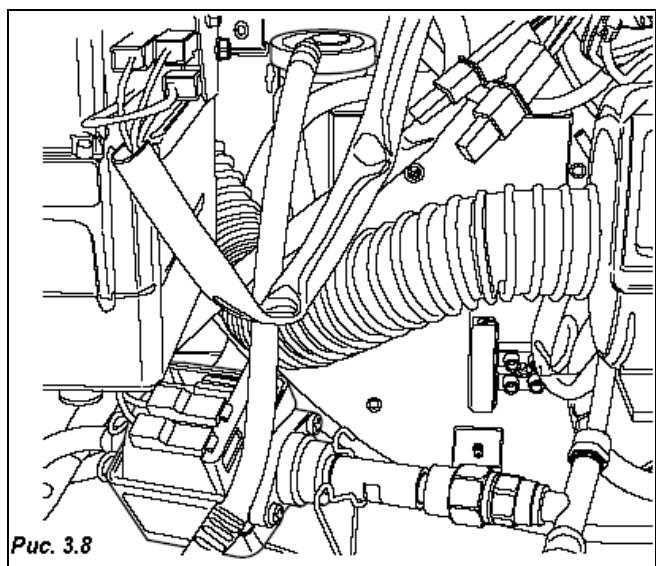

Рис. 3.8
- Включается насос, осуществляющий подачу требуемого количества воды, управление которым осуществляется с помощью специального электронного устройства (объемного датчика), установленного в кипятильнике для кофе (Рис. 3.8).